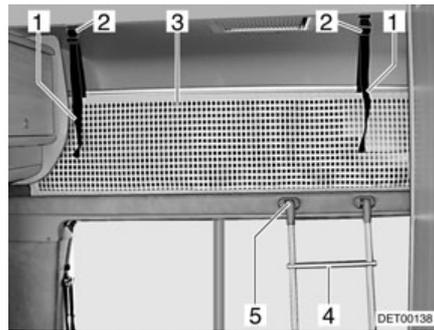

Fig. 96 Cama de alcoba
Para subir a la cama de alcoba, utilizar la escalera de ascenso (Fig. 96,4) equipada de serie.
- Enganchar la escalera con los largueros en el soporte (Fig. 96,5) del panel de la alcoba.
La red de seguridad (Fig. 96,3) viene de serie entre el colchón y el somier. Tender la red de seguridad cuando las personas ya se encuentren en la alcoba.
- Engatillar las cintas de sujeción (Fig. 96,1) en los soportes en el techo (Fig. 96,2).